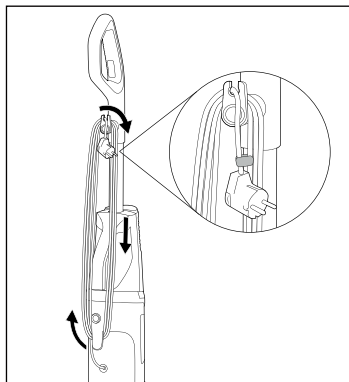

Fig. 44
- ♦ Vikl strømledningen ⑪ helt om de to ledningsholdere foroven og forneden ⑩/⑫ (se fig. 44).